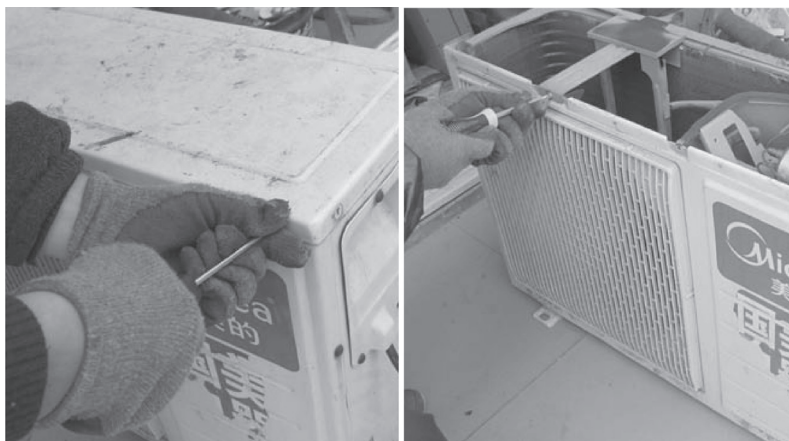
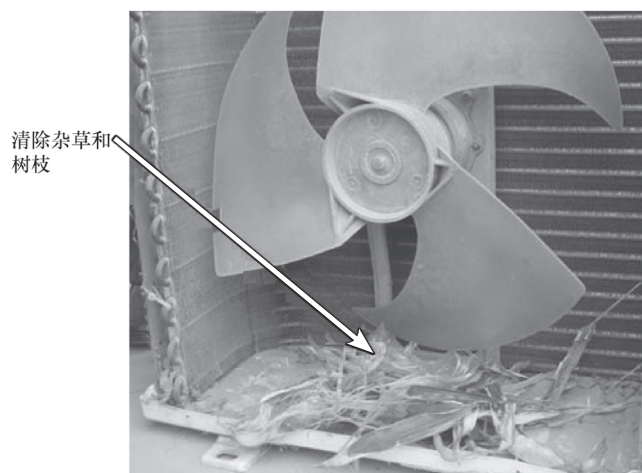

图 6-5 拆开室外机外壳
图 6-6 清除杂草和树枝
4) 取下室外机外壳，如图 6-5 所示。清除里面的树枝和杂草，如图 6-6 所示，用手拨动风机扇叶转动灵活。再上电开机，压缩机运行，室外风机仍不运行，测量交流 220V 供电正常。